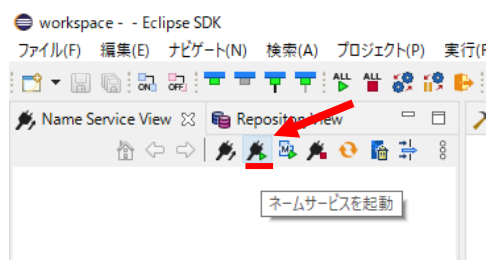

図 27 [Name Service View]の[ツールバー]内の[ネームサービスを起動]の場所
- ⑥ 図 27 のように[Name Service View]の[ツールバー]から[ネームサービスを起動]をクリック.